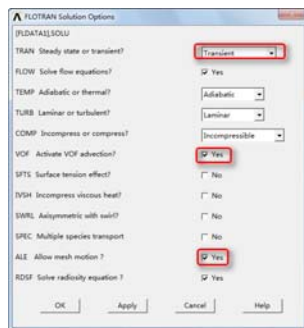

图 9-79 “FLOTTRAN Solution Options”对话框
⑤依次选择 Main Menu→Solution→FLOTTRAN Set Up→Solution Options 命令, 会弹出“FLOTTRAN Solution Options”对话框, 如图 9-79 所示, 在“TRAN Steady state or transient?”选择列表中选择“Transient”, 单击“VOF Activate VOF advection?”后的方框, 使“No”状态变为“Yes”, 单击“ALE Allow mesh motion?”后的方框, 使“No”状态变为“Yes”, 其余采用默认设置, 单击“OK”按钮关闭该对话框。